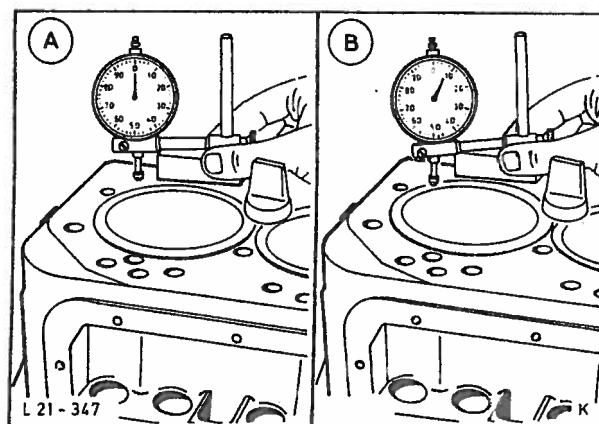

Fig. 90 Kontroller foringens fremspring med et måleur.
4. Kontroller foringens fremspring i forhold til motorblokkens pakningsflate ved bruk av et måleur, fig. 90 (se tekniske data). Demonter deretter spennskruen 21-088 og ta ut sylindervingen.